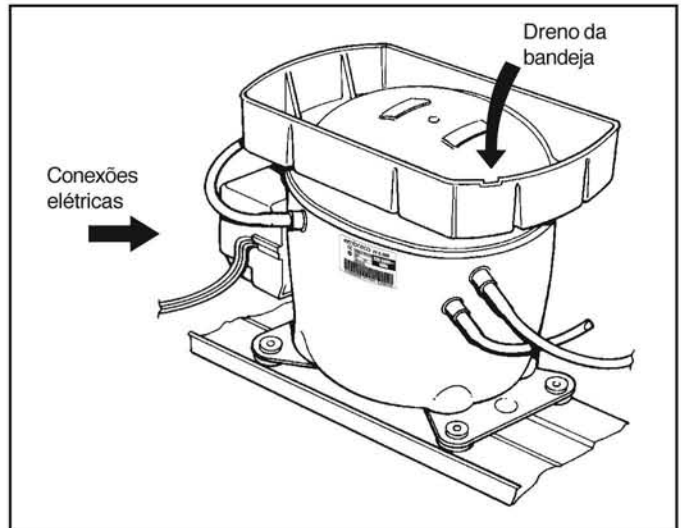

Figura 3
- 3) Posicione a bandeja sobre o compressor de forma que o dreno da bandeja fique do lado direito, ou seja, no lado oposto da conexão elétrica do compressor (ver figura 3).